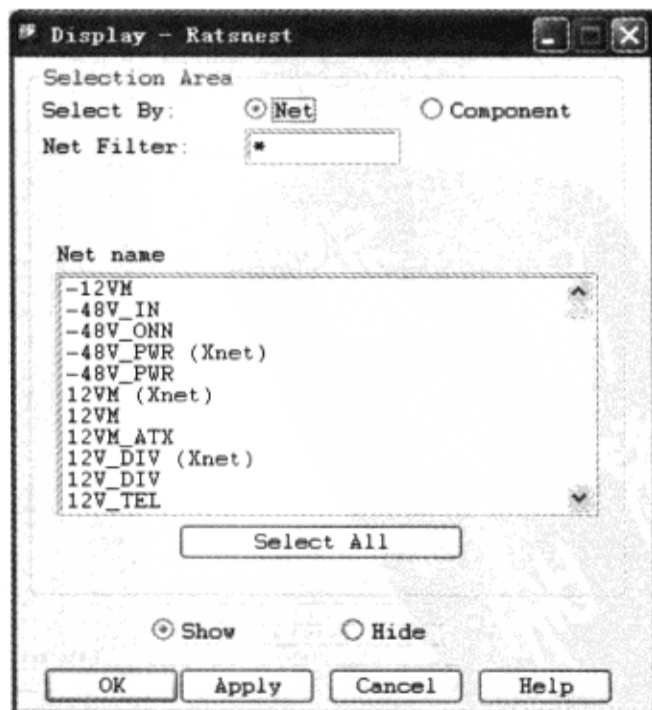

图 4-2-2 “Display-Ratsnest”对话框 (2)
(3) 选中“Selection Area”区域“Select By”栏“Net”前面的单选按钮，如图 4-2-2 所示。